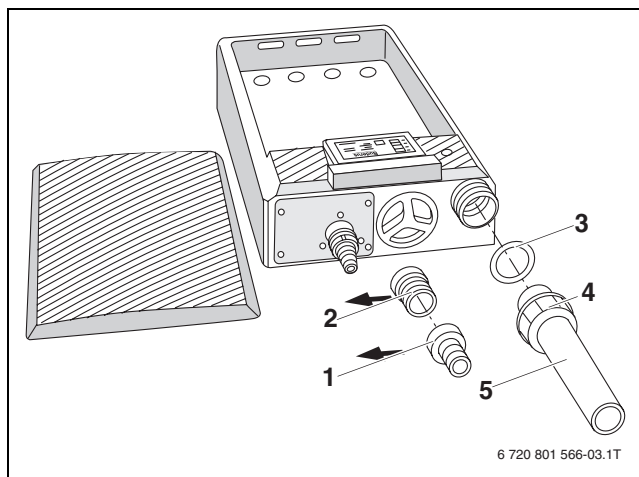

Рис. 3 Установка трубы ПВХ
Для трубы выхода конденсата из котла \varnothing 40 мм входной штуцер на устройстве нейтрализации (ЕКО) нужно заменить на трубу из ПВХ (→ рис. 3).
- ▶ Отверните накладную гайку, удалите наконечник шланга (→ рис. 3, [1]) и переходник (→ рис. 3, [2]).
- ▶ Закрепите трубу ПВХ (→ рис. 3, [5]) с уплотнением (→ рис. 3, [3]) накладной гайкой (→ рис. 3, [4]).